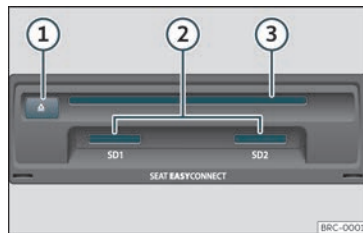

Fig. 156 Ranhuras para suportes de dados no porta-luvas.
• Insira um CD ou DVD na ranhura >>> Fig. 156 ③ com o lado impresso virado para cima até ser recolhido automaticamente pelo equipamento.
Introduzir o cartão de memória compatível com o canto recortado primeiro e com os contactos para baixo, na ranhura >>> **Fig. 156** ②, até encaixar.